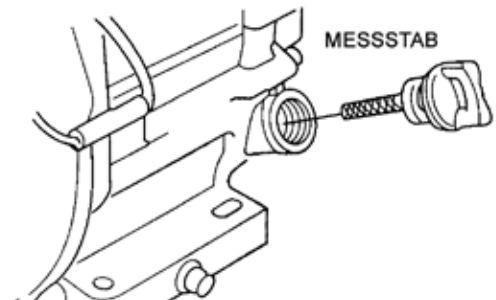

Abbildung 15. Entfernung des Motoröl-Messtabs
- Ziehen Sie den Ölmesstab aus der Öleinfüllöffnung (Abbildung 15) und wischen Sie ihn sauber.